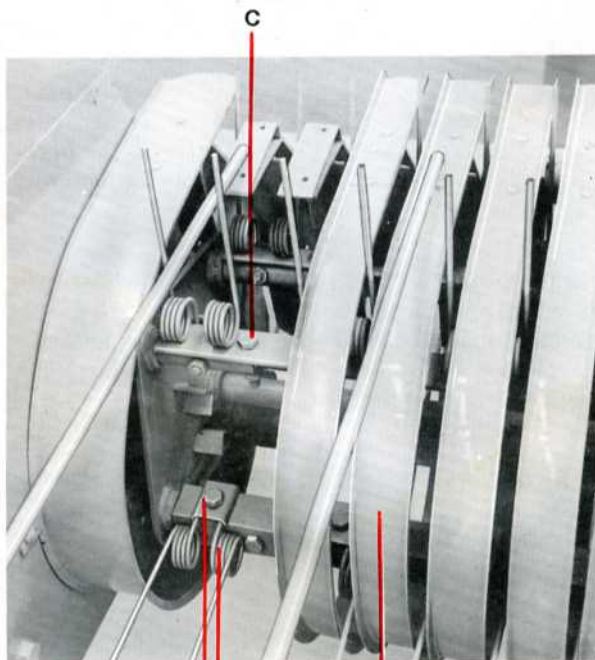

FIG. 40
La fig. 40 montre 3 vues de la fixation des doigts du ramasseur sur le tube porte-dents. Ces doigts peuvent être remplacés indépendamment en utilisant le processus suivant :
- 1 - Retirez les 4 vis maintenant le protecteur (voir Fig. 40).
- 4 - Monter les guides, l'entretoise, en même temps que le nouveau doigt (voir Fig. 40).